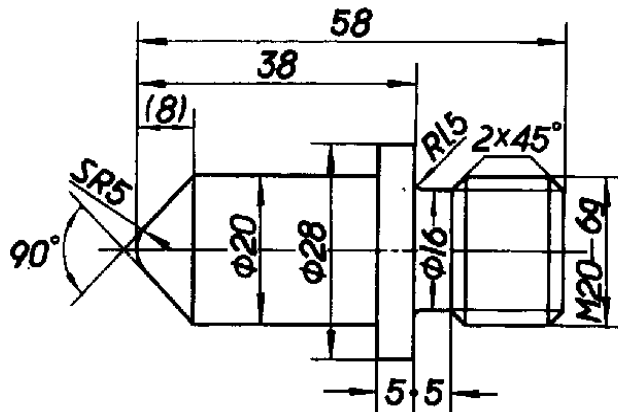

图 1
2.1.1 线性尺寸的数字一般应注写在尺寸线的上方，也允许注写在尺寸线的中断处（图1）。